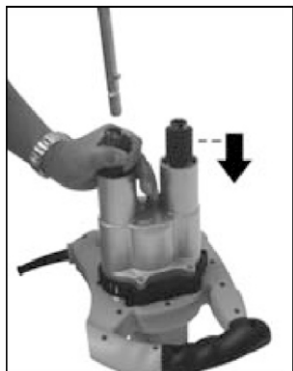

Рис. 5
1. Сдвиньте в сторону двигателя муфту патрона и соедините насадку с миксером. Отпустите муфту патрона. Насадка зафиксируется в патроне (рис. 5).